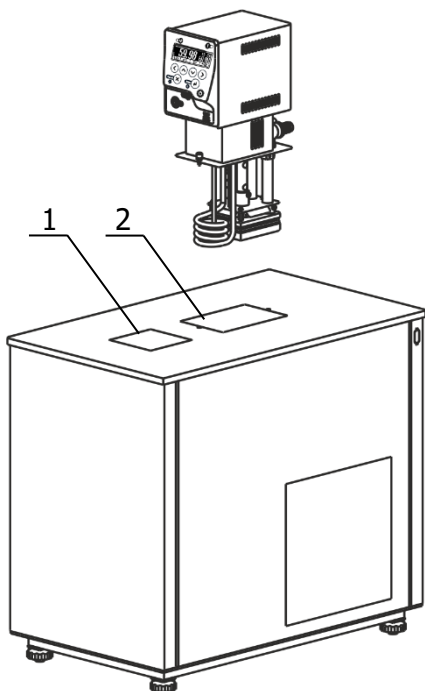
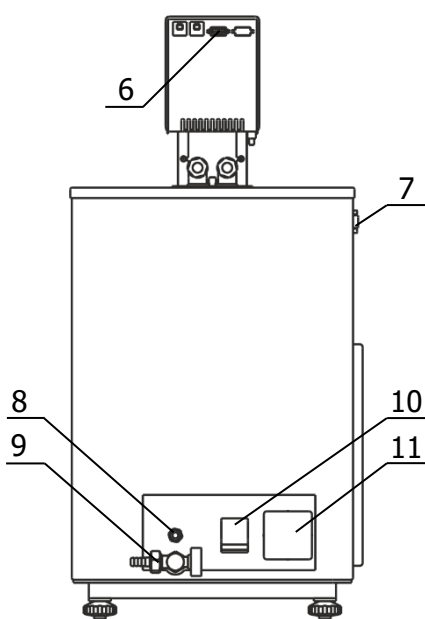

Рисунок 2 — Установка блока регулирования
Рисунок 4 — Задняя панель термостата
2.2.3 Погрузить блок регулирования температуры в отверстие 2 (рисунок 2) и закрепить его винтовыми фиксаторами на крышке термостата.
2.2.4 К переливному штуцеру 8 (рисунок 4) присоединить гибкий шланг, второй конец которого опустить в емкость для сбора излишков теплоносителя объемом 1.5–2 литра.
2.2.5 Заполнить ванну термостата теплоносителем через отверстие над рабочей зоной 1 (рисунок 2) до момента начала слива теплоносителя из переливного штуцера 8 (рисунок 4).
2.2.7 Вставить вилку сетевого кабеля блока регулирования в розетку 11 (рисунок 4). Соединить кабелем из комплекта поставки блок регулирования (разъем 6) и холодильную машину (разъем 7). Сетевой кабель термостата подключить к питающей сети напряжением 220 В. Для этого в лабораторном помещении должна быть установлена электрическая розетка из комплекта поставки термостата.
2.2.8 Автоматический выключатель 10 (рисунок 4) перевести в положение «включено».
2.2.9 Включить блок регулирования в соответствии с документом ТКЛШ 3.222.009-17 РЭ «Блок регулирования температуры погружной циркуляционный М17 серии МАСТЕР». При работе циркуляционного насоса уровень теплоносителя во внутренней ванне понизится. Доливать теплоноситель следует до тех пор, пока он не начнет переливаться через штуцер 8 (рисунок 4).
2.3.2 Надеть сливной шланг из комплекта поставки на кран 9 (рисунок 4) и закрепить его хомутом. Свободный конец шланга опустить в емкость для сбора теплоносителя объемом, превышающим объем термостата.